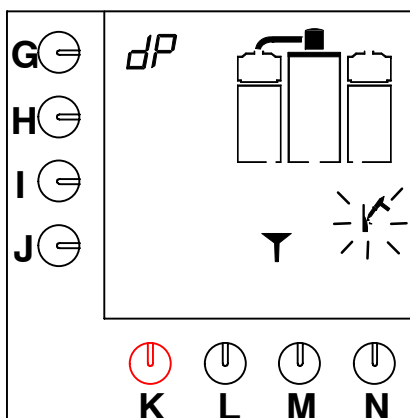

Fig. 16 Kaffetraktesystemet etterlyser resemiddel
- Et signal høres, hammersymbolet blinker og det vises en trakt på displayet (fig.16).